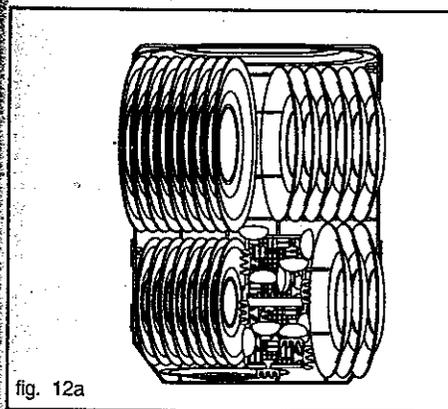

fig. 12a
2 Introducir el detergente en el contenedor. En caso de que se seleccione el programa super/intensivo (disponible sólo en algunos modelos), además de la dosis introduce en el distribuidor, habrá que introducir una cantidad adicional, llenando la cavidad "G" o "H" (fig. 12a-12b).
2. Colocar la vajilla: platos planos, platos hondos, platos de postre, ollas y sartenes (fig.12a-12b).